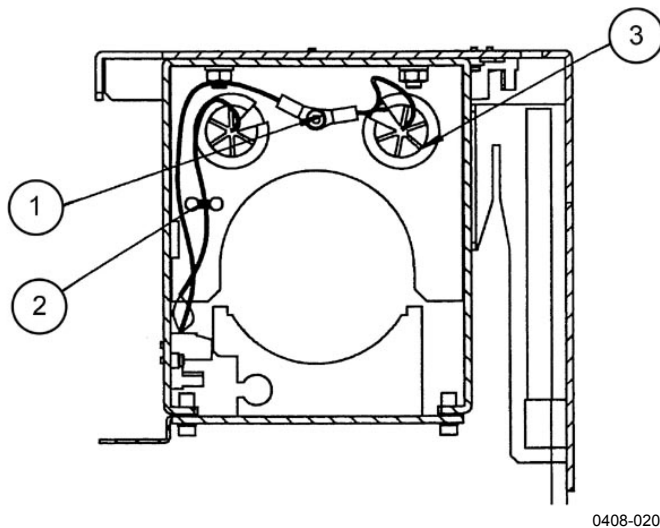

Рисунок 20 Провода заземления внутренней кабельной проводки (вид сверху)
4. выверните винт заземления из задней стороны оптической рамы, отсоединив таким образом два наконечника защитного заземления (см. рис. 20).
Цифровые обозначения рис. 20: